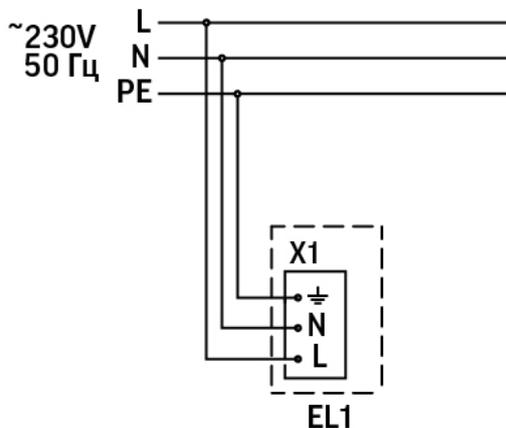

Рис. 1
- Выполните электрическое подключение светильника, которое осуществляется через клеммную колодку, установленную на внутренней поверхности корпуса светильника. Подключите сетевой провод к контактам клеммной колодки светильника строго в соответствии с маркировкой и схемой подключения (Рисунок 1). Сечение проводников кабеля должно быть не более 2,5 мм².